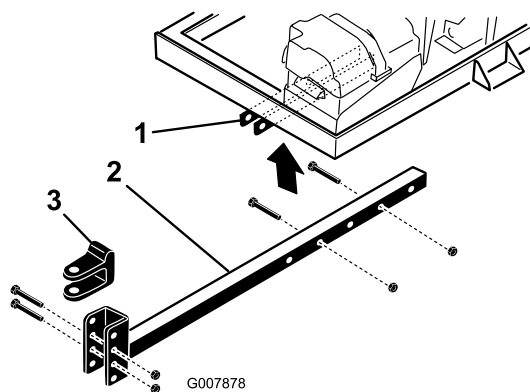

図 7
- ヒッチ・クレビス（図 7）をヒッチ・チューブに固定しているボルトとロックナットを外す。
- フレーム・ブラケットにヒッチ・チューブに差し込む（図 7）。ボルト（3/8 x 3 in）2本とフランジ・ナット（3/8 インチ）を使用してヒッチ・チューブをフレームに固定する。
- ・ ヒッチ・チューブをフレーム・ブラケットに固定しているボルトとナットを外す (図 7)。